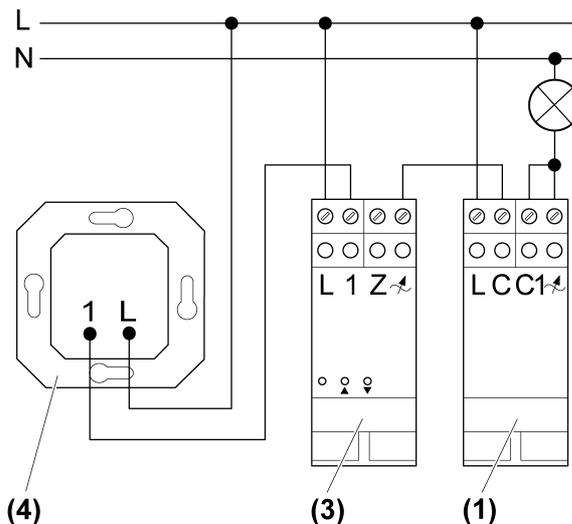
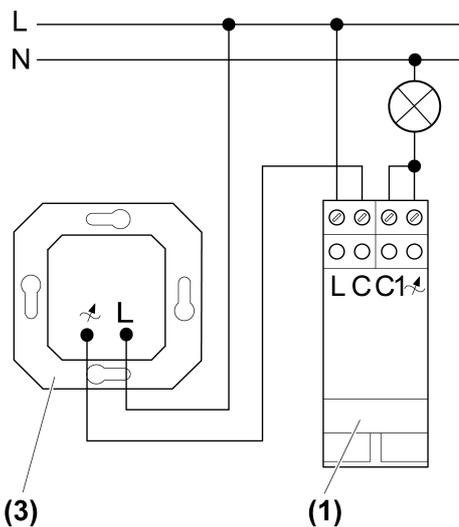
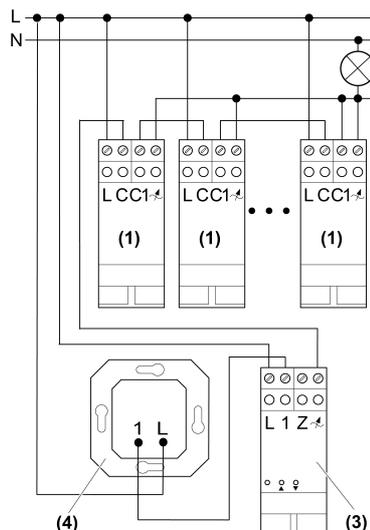

Figura 2: Schema di collegamento con variatore di luce REG
Figura 3: Schema di collegamento con variatore di luce SI
Figura 4: Schema di collegamento per più elementi di potenza
- (1) Elemento di potenza
(3) Variatore di luce
(4) Regolatore esterno locale
- Collegare l'elemento di potenza secondo lo schema di collegamento, schema di collegamento con variatore di luce REG (figura 2), schema di collegamento con variatore di luce SI (figura 3) o schema di collegamento per più elementi di potenza (figura 4).